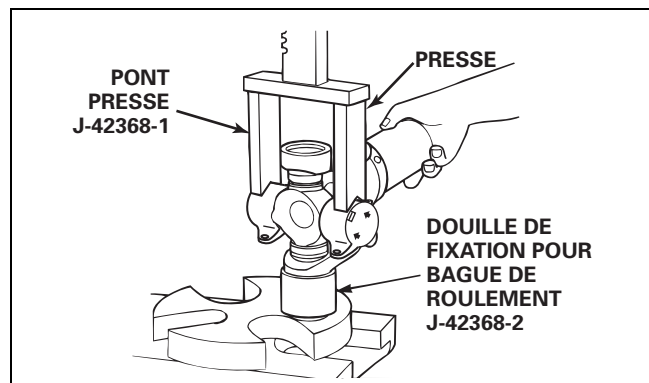

Figure 6
1. Utiliser un pont presse (n° de pièce J-42368-1) et la douille de fixation pour bague de roulement (n° de pièce J-42368-2) comme illustré dans la figure 6.